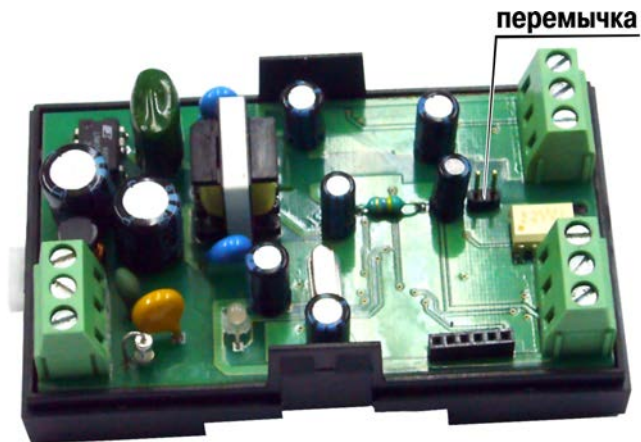

Рисунок 10.1 - Установка перемычки на плате
- установить переключку (см. рисунок 10.1);